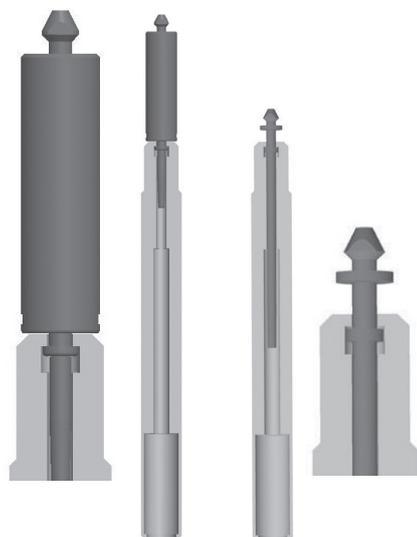

图 G4.
3. 用工具A对应的槽拆卸气缸9。顺时针旋转打开螺旋接头，拔出气缸模块(图 G4)。使用工具端1操作型号12.5 $\mu$ l、125 $\mu$ l 和1250 $\mu$ l，工具端2操作型号 300 $\mu$ l。